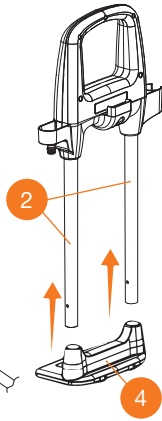

Рис. 6
- Наденьте держатель корзины **1** на штанги **2** (Рис. 6).